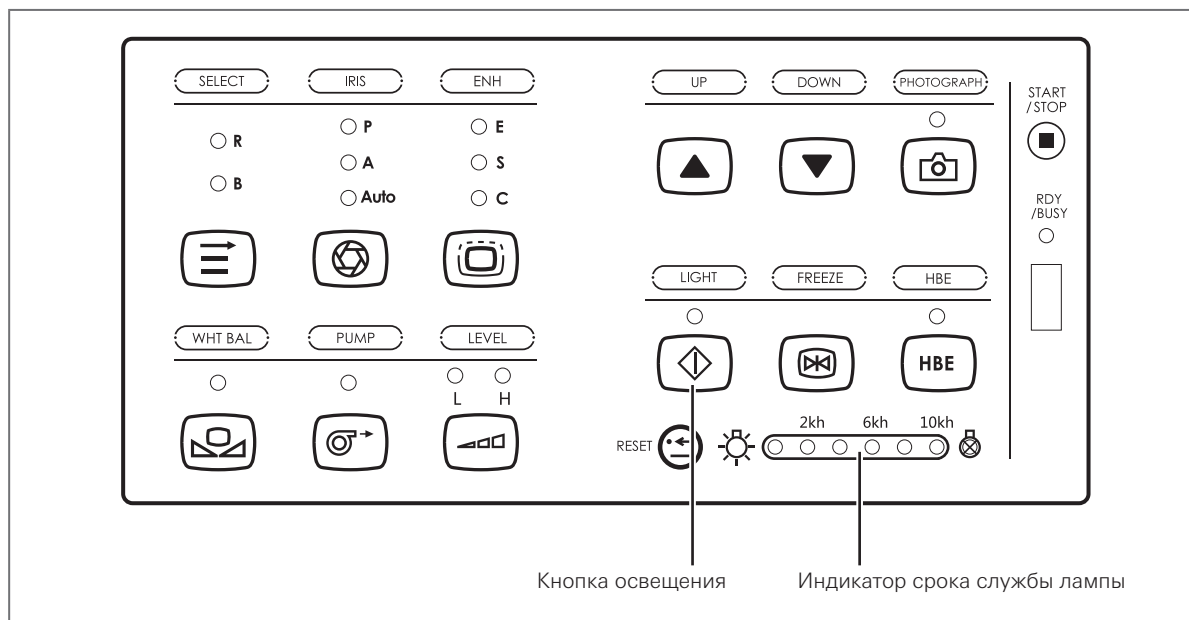

Рис. 4.1
1. Нажмите на кнопку освещения, чтобы ВКЛЮЧИТЬ лампу (см. рис. 4.1). Лампа процессора и индикатор LIGHT загорятся. После включения лампы из дистального конца эндоскопа, подсоединённого к процессору, будет излучаться свет. При повторном нажатии на кнопку освещения лампа ВЫКЛЮЧАЕТСЯ.